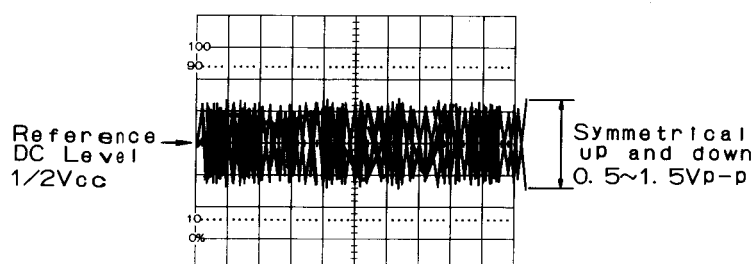

Figure 26-1
*1 Adjust to obtain vertically symmetrical waveform (Fig. 26-1) with respect to reference DC level. The reference level is 1/2Vcc. (Amplitude of 0.5 to 1.5 Vpp)
*1 So einstellen, daß unter Berücksichtigung der Gleichstrom-Bezugsspannung eine vertikal symmetrische Wellenform entsteht(Abb. 26-1). Die Bezugsspannung beträgt 1/2 Vcc. (Amplitude von 0,5 bis 1,5 Vss)
*1 Agir dessus pour obtenir une forme d'onde verticalement symétrique (Fig. 26-1) conformément au niveau DC de référence(1/2 Vcc). L'amplitude entre 0,5 et 1,5 Vc-à-c.